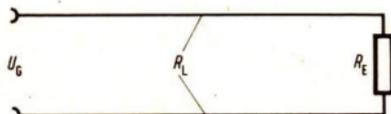

Bild 107/2 Schaltskizze
**V** Die Wirkungsweise einer elektrischen Energieübertragungsleitung können Sie sich an Hand eines Modells verdeutlichen. Wird an einem Stromversorgungsgerät eine Spannung von 6 V bis 8 V abgegriffen und der Strom über einen 1000-Ohm-Widerstand zur Glühlampe als Energieabnehmer geleitet (Bild 107/1a), so kommt die Glühlampe auf Grund der sehr geringen Stromstärke nicht zum Leuchten. Der Widerstand ersetzt hierbei die sehr langen Leitungen. Transformiert man jedoch die Spannung hinter dem Stromversorgungsgerät hoch, leitet diesen hochgespannten Strom durch den 1000-Ohm-Widerstand und transformiert die Spannung am Energieabnehmer wieder entsprechend herunter, so kann der Spannungsabfall stark herabgesetzt werden (Bild 107/1b). Bei diesem zweiten Versuch leuchtet die Glühlampe hell auf.
- Ein 157,5-kW-Wechselstromlieferant gibt eine Klemmenspannung  $U_G$  von 3150 V ab. Über eine Doppelleitung mit einem Gesamtwiderstand  $R_L$  von 45  $\Omega$  ist ein Energieabnehmer mit dem Innenwiderstand  $R_E$  angeschlossen (Bild 107/2). Unter der Voraussetzung, daß zwischen Stromstärke und Spannung keine Phasendifferenz besteht, errechnet sich die Stromstärke  $I$  im Gesamtkreis nach der Gleichung
- In die Doppelleitung ( $R_L = 45 \Omega$ ) werden entsprechend der Abbildung 107/1b zwei ideale Transformatoren mit dem Übersetzungsverhältnis 1 : 10 bzw. 10 : 1 geschaltet. Welche Leistung muß der Energielieferant jetzt aufbringen, wenn derselbe Energieabnehmer verwendet wird? Wie groß ist der Wirkungsgrad des Gesamtsystems?